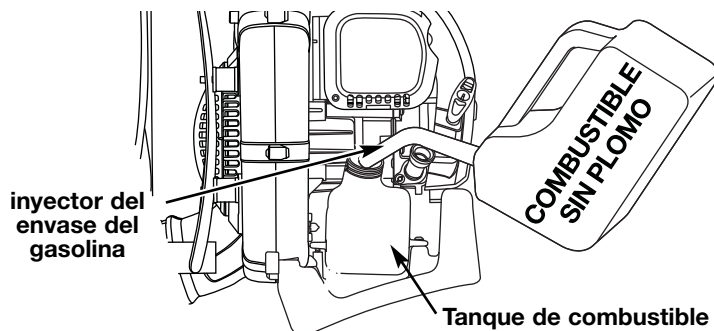

Fig. 13
- Coloque el pico del recipiente de gasolina en el orificio de llenado del tanque de gasolina (Fig. 13) y llene el tanque.